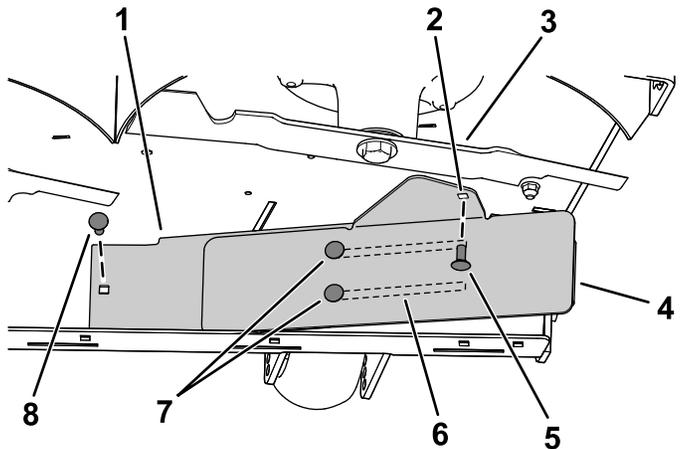

Figure 10
3. Fixez le côté gauche du déflecteur à l'aide d'un boulon de carrosserie ( $\frac{5}{16} \times \frac{3}{4}$  po) et d'un écrou à embase ( $\frac{5}{16}$  po), comme montré à la Figure 10.
(Figure 10).
5. Montez le déflecteur comme montré à la Figure 10.
6. Serrez les 2 boulons de carrosserie (5/16 x 3/4 po) dans les fentes du déflecteur (Figure 10).